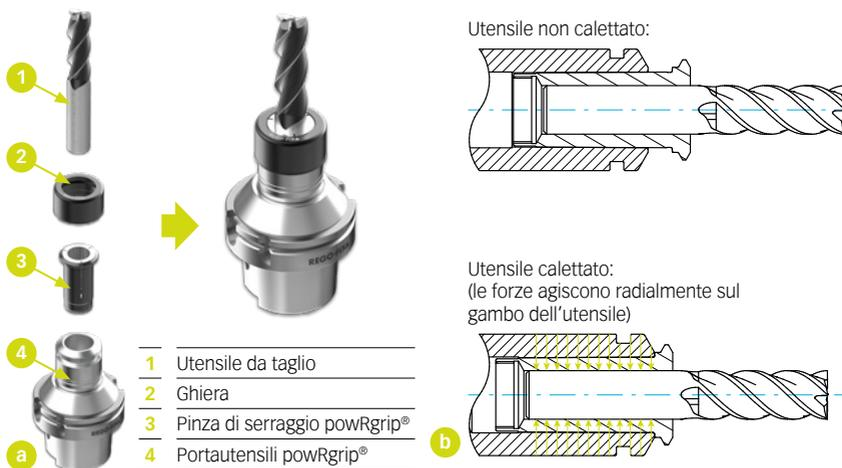

Figura 3.3
► Figura 3.3 (a) [18] mostra i tre componenti del sistema powRgrip®: portautensili, pinza di serraggio e utensile da taglio, a sinistra non assemblato e a destra calettato. A integrazione di ciò, mostra ► Figura 3.3 (b) [18] una rappresentazione in sezione della zona di serraggio, in alto assemblato e in basso calettato.